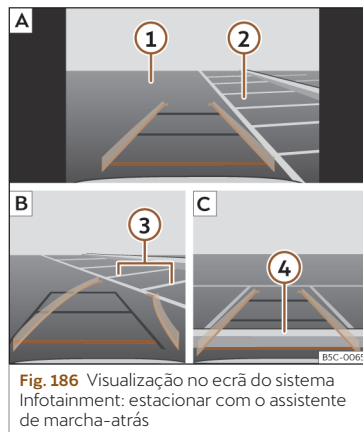

Fig. 186 Visualização no ecrã do sistema Infotainment: estacionar com o assistente de marcha-atrás
Legenda da **Fig. 186**:
- Posicione o veículo à frente do lugar de estacionamento»» **Fig. 186 ② A**.
- Retroceda rodando o volante de forma que as linhas amarelas se introduzam no lugar de estacionamento. As linhas verdes e amarelas têm de coincidir com as linhas de delimitação laterais **③ B**.
- Pare o veículo quando a linha vermelha tiver atingido a delimitação traseira **④ C**.